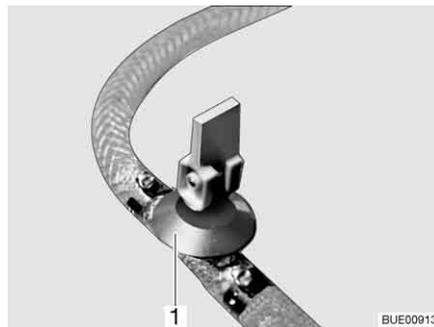

Bild 142 Ablasshahn
- Ablasshahn/Ablasshähne schließen. Dazu den Kipphebel (Bild 142,1) waagrecht stellen.
- Ablasshahn/Ablasshähne (Bild 142) öffnen. Dazu den Kipphebel (Bild 142,1) senkrecht stellen. Der Boiler wird nach außen entleert.